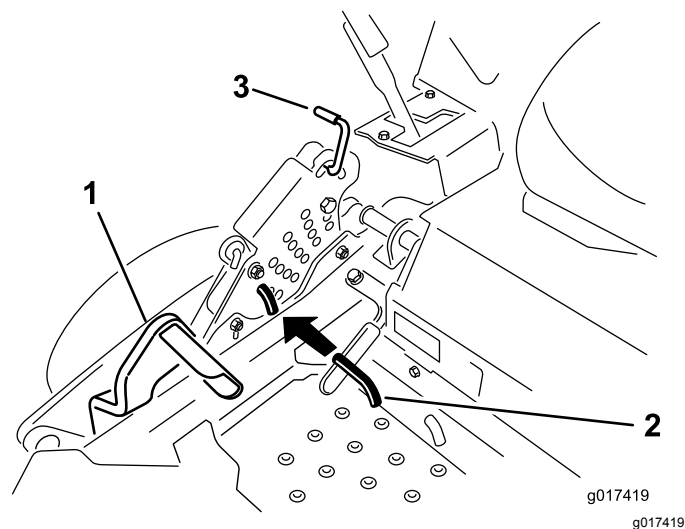

Figura 76
5. Premete completamente in avanti il pedale di sollevamento del piatto di taglio in modo che quest'ultimo si blocchi in posizione di trasporto a 14 cm (Figura 76).